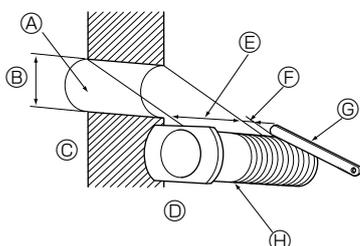

Fig. 3-6
3.4.1. Esecuzione di fori (Fig. 3-6)
- ① Praticare fori di \varnothing 65 mm o \varnothing 75 mm e circa 5–7 mm di profondità, con leggera angolazione verso il basso e l'esterno dalla stanza.
- ② Inserire le maniche dei fori della parete nei fori.